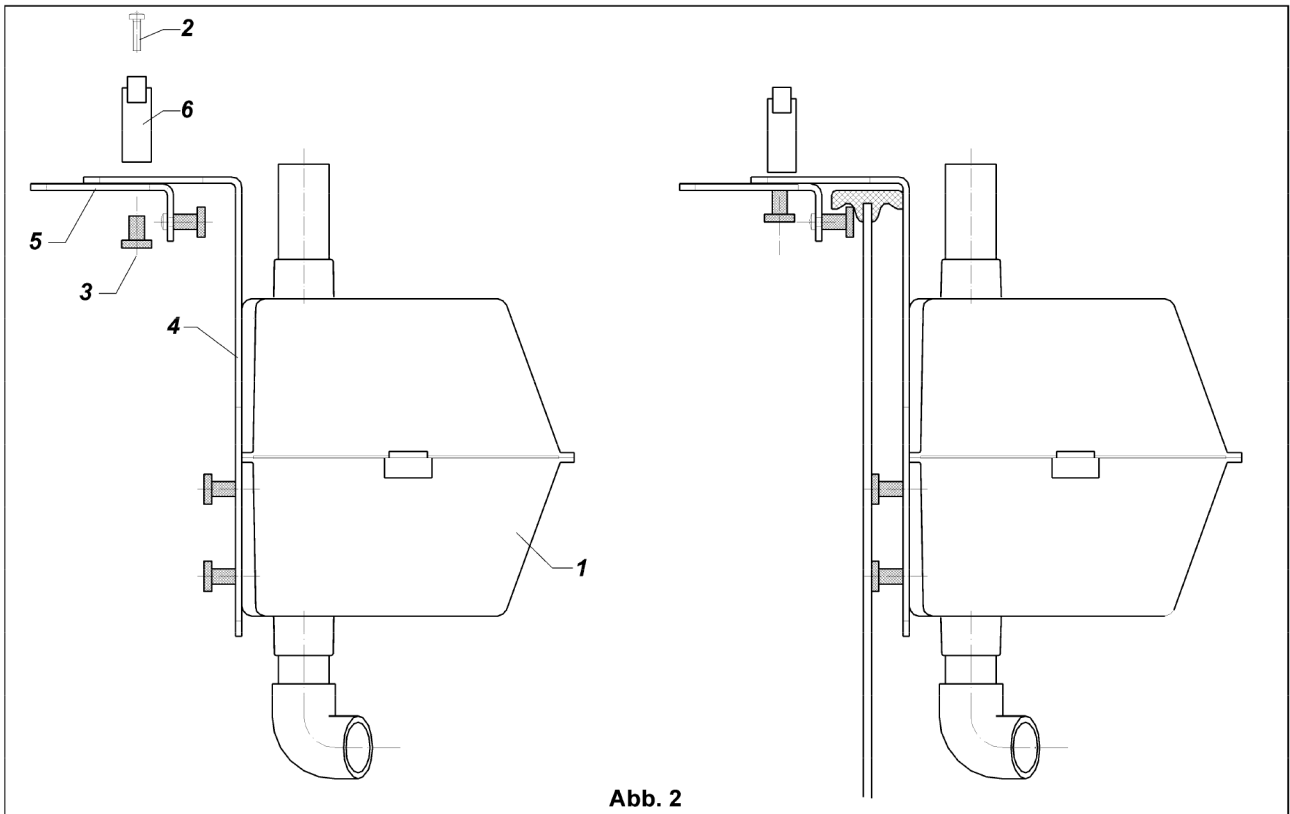

Abb. 2
- § Den kurzen Randbügel (5) bereiten Sie wie auf der Abb. 2 dargestellt vor.
Eine alternative Befestigung gegenüber **Abb. 2** stellt die Befestigung in **Abb. 3** dar.